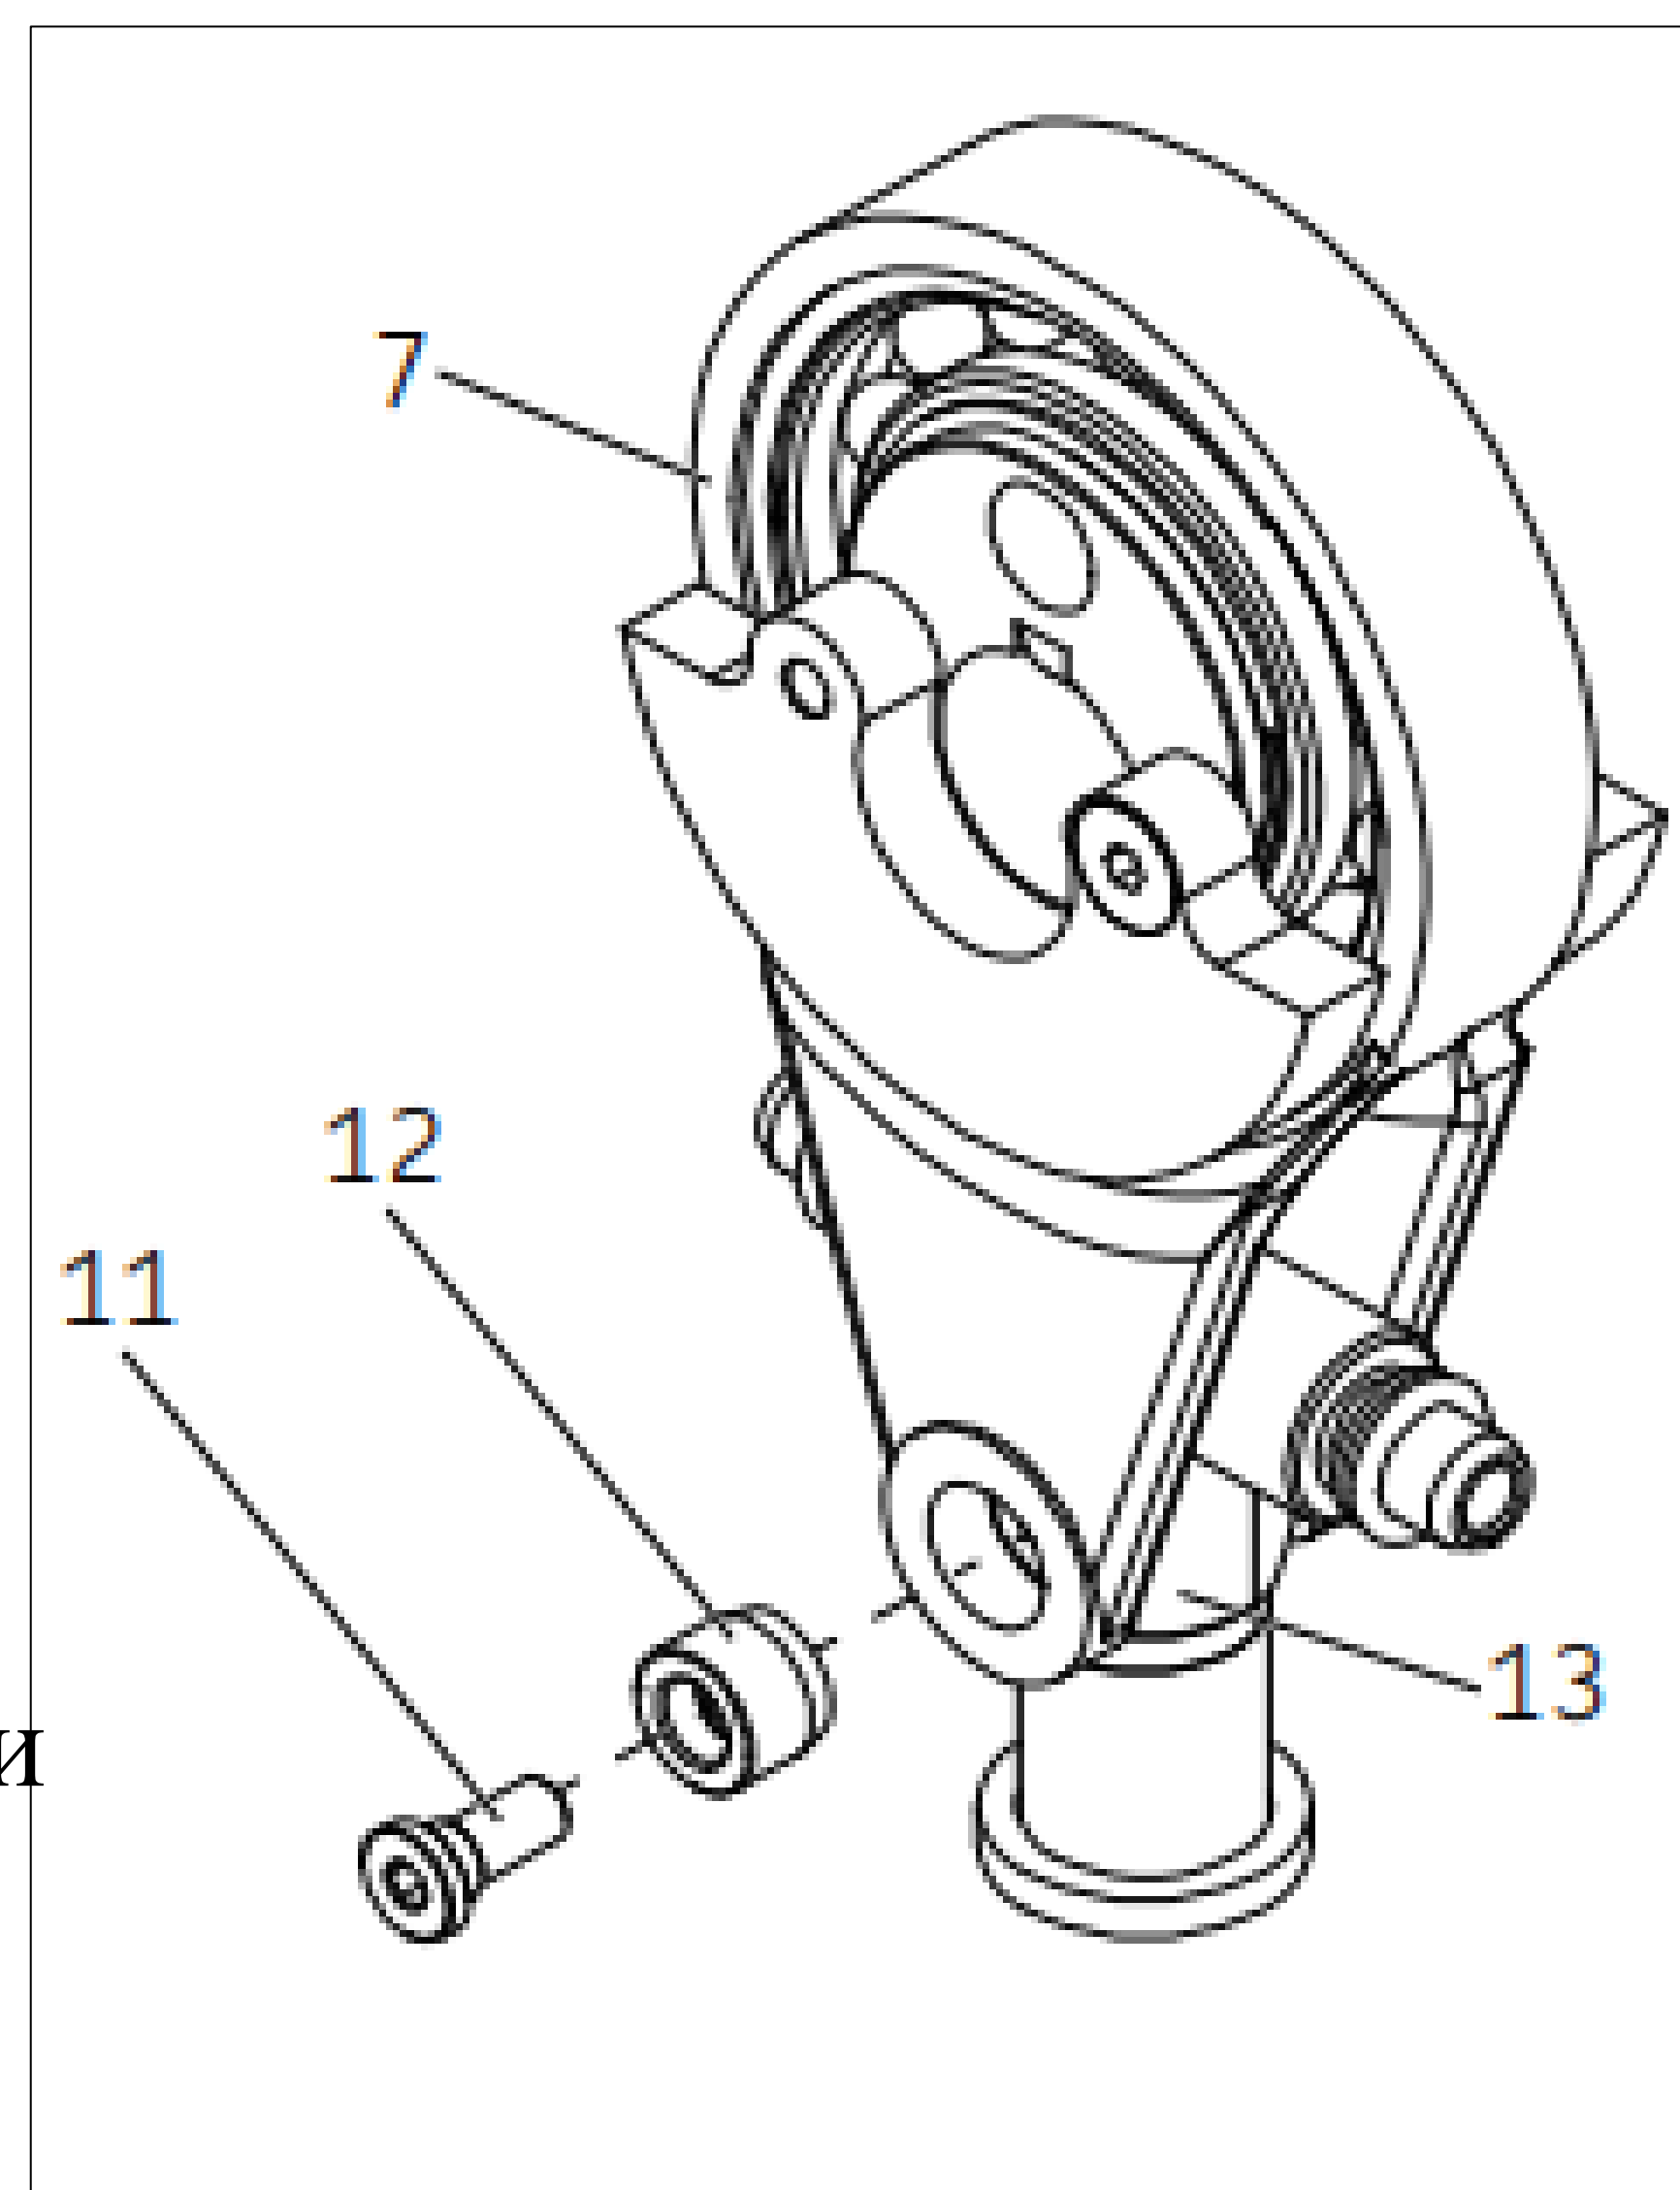

Рис.26.1
14. Нанесите фиксатор резьбы на резьбу верхней втулки и плунжерного конца (10).
15. Вкрутите верхнюю втулку и плунжерный конец (10) в выходной штифт (8).
17. Установите опорную шайбу (15) в анкер поршневого пальца (13).
18. Установите новое уплотнение (16) внутрь анкера поршневого пальца (13).
19. Очистите резьбу анкера поршневого пальца (13).
20. Установите уплотнительное кольцо (14) на анкер поршневого пальца (13).
21. Вставьте верхнюю втулку и конец плунжера (10) в анкер поршневого пальца (13) и затяните.
22. Зажмите анкер поршневого пальца (13) в тисках.
23. Затяните анкер поршневого пальца (13) с моментом затяжки от 27 до 34 Nm.
24. Удерживая анкер поршневого пальца (13) в тисках, совместите отверстия шатуна/эксцентрикового узла (7) с анкером поршневого пальца (13) (→ Рис. 26.1).
25. Установите втулки поршневого пальца (12) через шатун (7) в анкер поршневого пальца (13).
26. Нанесите фиксатор резьбы на резьбу винтов втулок поршневого пальца (11).
27. Вставьте и вкрутите винты втулок поршневого пальца (11) в шатун (7).
28. Затяните винты втулок (11) с моментом затяжки от 12,4 до 14,1 Nm.
29. Установите уплотнительное кольцо (26) прорезной стороной к центру возвратно-поступательной трубки (25) (→ Рис 24.1).
30. Установите новое уплотнительное кольцо (27) на нижнюю втулку и плунжер (24).
31. Вставьте нижнюю втулку и плунжер (24) в возвратно-поступательную трубку (25) с уплотнительным кольцом (27) у основания возвратно-поступательной трубки (25).
32. Установите стальную обойму обратного клапана (28) в возвратно-поступательную трубку (25).
33. Установите шарик (29) в стальную обойму обратного клапана (28).
34. Нанесите фиксатор резьбы на резьбу корпуса седла обратного клапана (30).